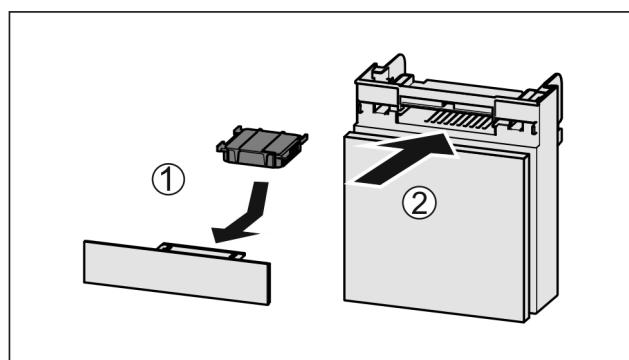

Fig. 138
- Aktivkohlefilter nach Abbildung einsetzen Fig. 138 (1).
- Fach einschieben Fig. 138 (2).